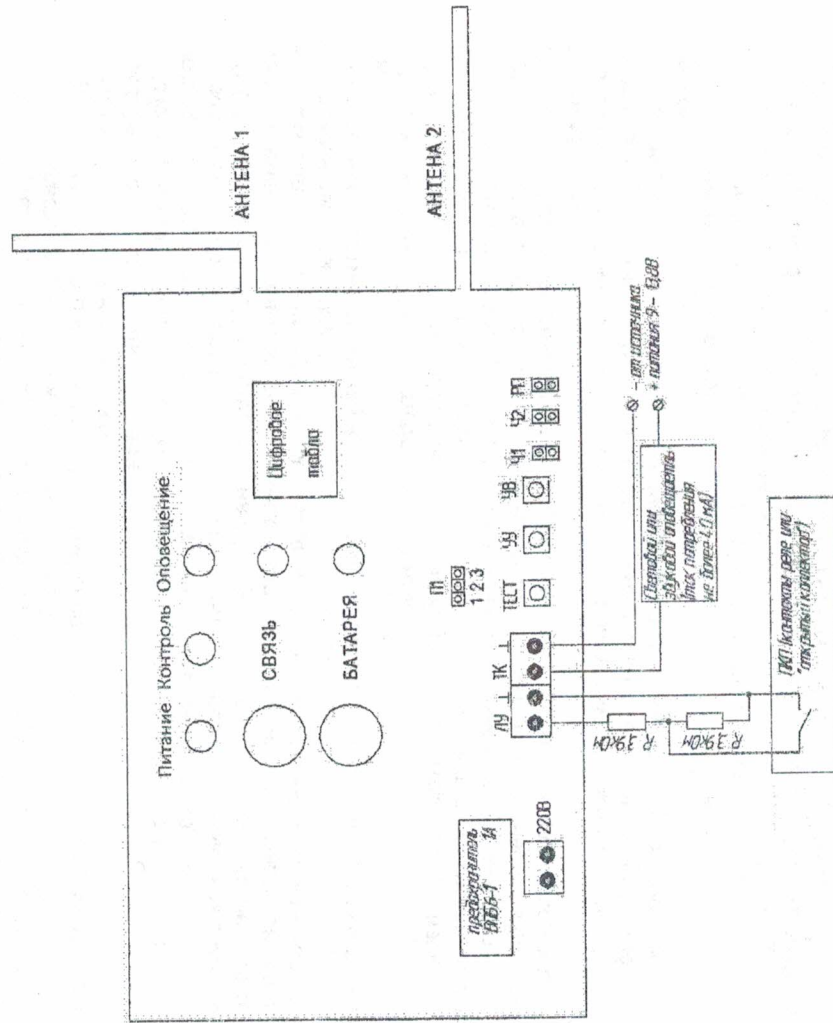

Рисунок 1. Схема подключений прибора LUIS+ L-PU-R
- Перед началом программирования прибор должен быть подключен к сети 220В, АКБ и включен в дежурный режим работы. Две антенны должны быть присоединены к прибору согласно рис. 1.
5.4. Прибор устанавливается на объекте в таком месте, где он защищен от воздействия атмосферных осадков, механических повреждений и доступа посторонних лиц. Электрические соединения прибора при установке производятся в соответствии со схемой подключения (рис. 1).